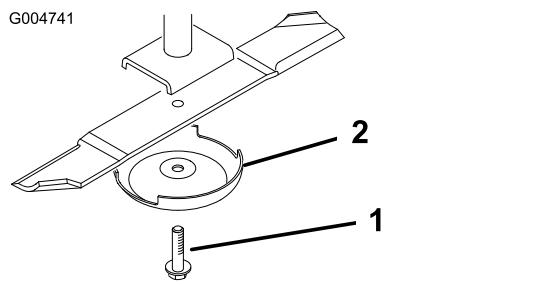

Figura 24
3. Togliete il bullone, la coppa antistrappo e la lama dall'asse del mandrino (Figura 24).